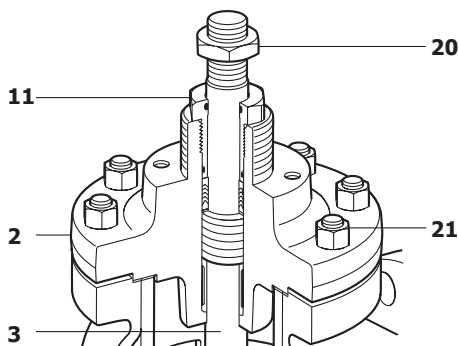

Рис. 32
6.3 Процедура замены шевронного уплотнения штока (см. рис. 32)